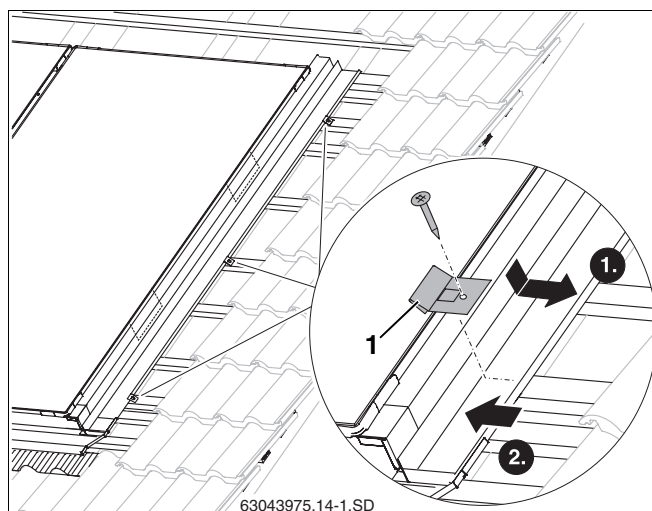

Fig. 50 Fixer la tôle de recouvrement latérale
- Poser la fixation (fig. 50, **pos. 1**) dans le bord de la tôle de recouvrement latérale.